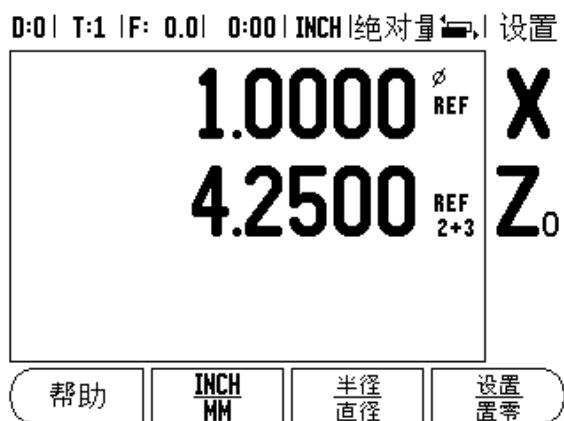

Fig. II. 4 连接 Z 轴
- 按照显示单元后面板的编码器输入接口编号按下数字键。按下+或-软键将第2个输入与第1个输入接口连接。输入的数字显示在轴符旁，代表它是一个连接位置（例如“2”+“3”）。参见 Fig. II. 4.
要连接 Z₀ 和 Z 轴并将结果显示在 Z₀ 上，按住 Z₀ 键约 2 秒钟。Z 轴位置的合计值将显示在 Z₀ 上，Z 轴显示为空。参见 Fig. II. 4.